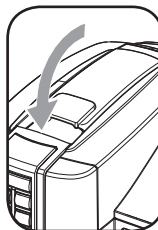

Fig.3
- 10- Abbassare la leva per chiudere il vano capsula (Fig.3).